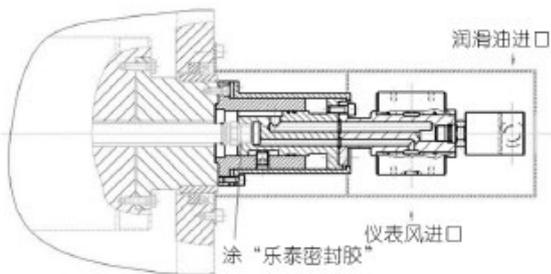

图2 旋转接头系统剖视图
(1) 气动摩擦离合器可以通过仪表风控制系统轻松切断扭矩传递路线，更可以通过调节仪表风压力来控制机组的负荷产能。
(2) 当机组设备故障时，如主减速器断轴、断齿或是螺杆混炼时进入异物等，所导致的传递扭矩突然增大，并超过离合器的限定扭矩时，离合器摩擦片产生打滑，从而使速差检测控制系统检测到转速差而发出报警连锁停车，避免因过载而损坏主电机、主减速器、螺杆等机械关键部件，对设备起到及时保护作用。
(3) 机组停机时，离合器能够自动脱开，在无负荷的情况下主电机惰停时，动压油膜依然有效，从而保护了主电机的滑动轴承。
(4) 当盘车电机带动螺杆排料时，由于离合器处于零风压的脱开状态，所以主电机不会被盘车电机带动旋转；针对采用滑动轴瓦的主电机，一般不配备轴承顶升油泵。
(5) 由于摩擦离合器的存在，在主减速器另一侧配备了旋转接头；旋转接头（图2）通过高速轴内部接管传递仪表风，把仪表风引入离合器作为摩擦力，同时也通润滑油，用于高速轴与高速齿轮轴连接花键处的润滑；由于将高速轴和高速齿轮轴中心钻长孔，对于加工制造要求较高；旋转接头内还有机械密封、轴承等易损件，需定期更换。